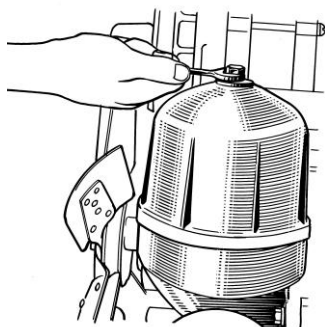

Рис. 63. Отвертывание гайки колпака
1. Отвернуть гайку колпака фильтра (рис. 63) и снять колпак.